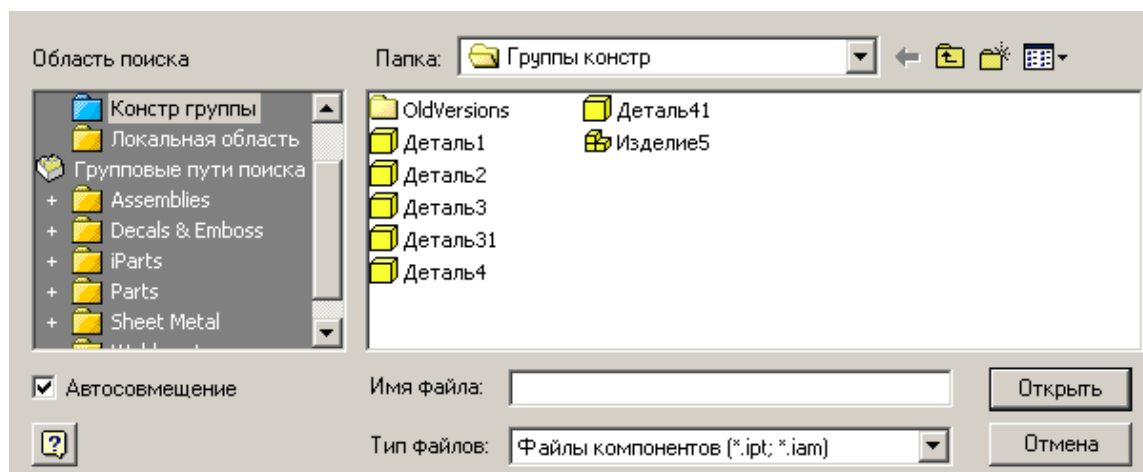

Рисунок 7
*Пример.* Создать файл сборки. Выполнить команду Вставить компонент (Рисунок 7).